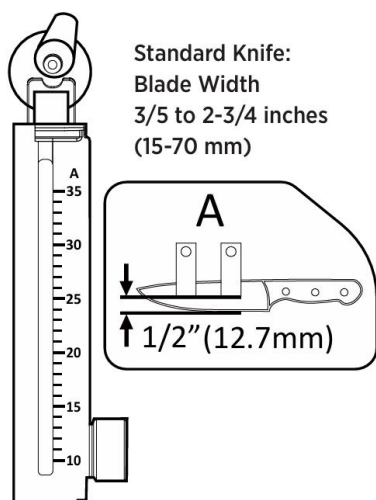

Fig. 6
1. **Couteau standard** : Pour les lames d'une largeur de 3/5 à 2-3/4 pouces (15–70 mm), utilisez la position de montage A, comme indiqué sur l'étiquette de la base. La plage d'angles d'affûtage est de 10° à 35° (Voir Fig. 6).